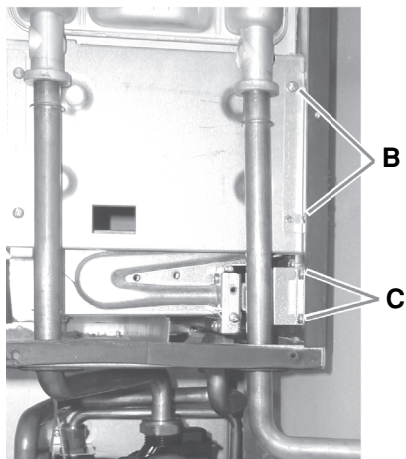

fig. 5
3) Per la aspirata svitare le 2 viti **B** e sfilare in avanti (fig.5).